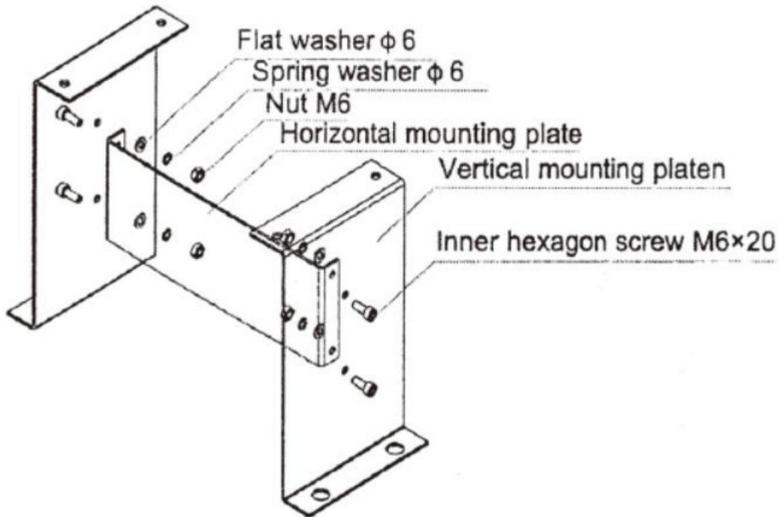

Figura 5
a) Smontare l'alloggiamento in plastica sul motore principale prima dell'installazione e conservare correttamente gli elementi di fissaggio pertinenti; b) Se si seleziona la base di montaggio staccabile, la base deve essere assemblata prima come mostrato nella Figura 5: